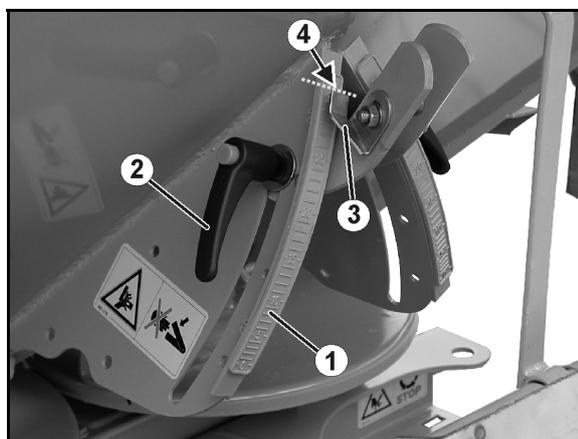

Fig. 63
2. Desserrez les leviers de serrage (Fig. 63/2).
3. Recherchez sur l'échelle graduée (Fig. 63/1) la valeur indiquée par le tableau d'épandage ou déterminée à l'aide du dispositif de contrôle de débit concernant la position des clapets.
4. Positionnez les arêtes de lecture (Fig. 63/4) de l'indicateur (Fig. 63/3) sur cette valeur de l'échelle graduée.
5. Resserrez à fond les leviers de serrage (Fig. 63/2).